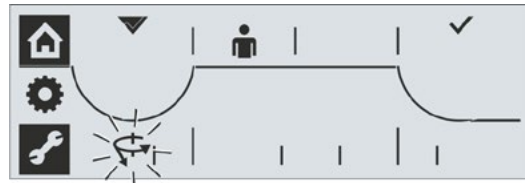

Fig. 10: Momentavhengig utkobling i endeosisjon LUKKET
12. Lagre endeosisjon: Trykk på dreiebryteren. Haken bekrefter at første endeosisjon er lagret. Displayet veksler til andre endeosisjon (endeosisjon LUKKET i det aktuelle eksemplet, og til innstilling av parametere for utkoblingstype – symbolet for den innstilte utkoblingstypen, vei- eller momentavhengig, blinker i endeosisjon LUKKET, se Fig. 10.